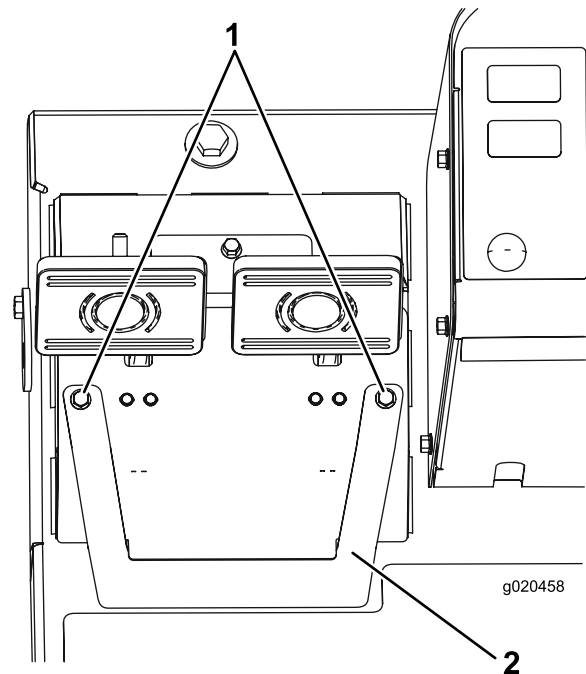

Bild 66
- A. Lösen Sie die zwei Befestigungsschrauben und nehmen die Bremseinstellabdeckung ab (Bild 66).